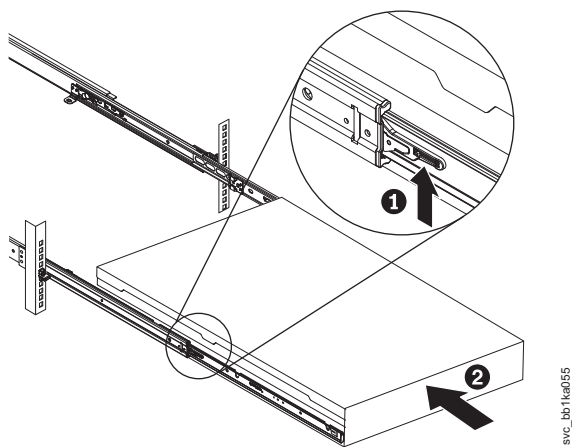

図 200. ラックの SAN ボリューム・コントローラー 2145-DH8 スライド・レールのロック・レバーを上げる
13. スライド・レール上のロック・レバー (図 200 の **1**) を上げて、サーバー **2** を、所定の位置にカチッと音を立てて収まるまで、ラック内に完全に押し込みます。